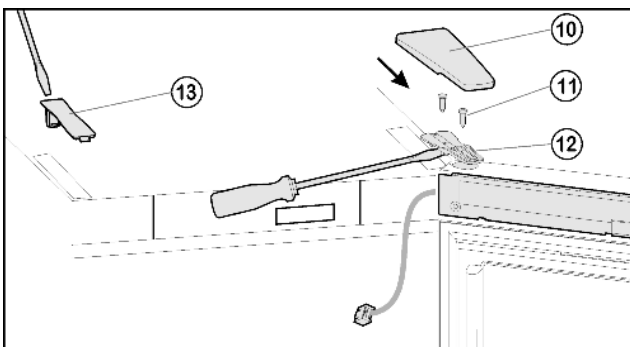
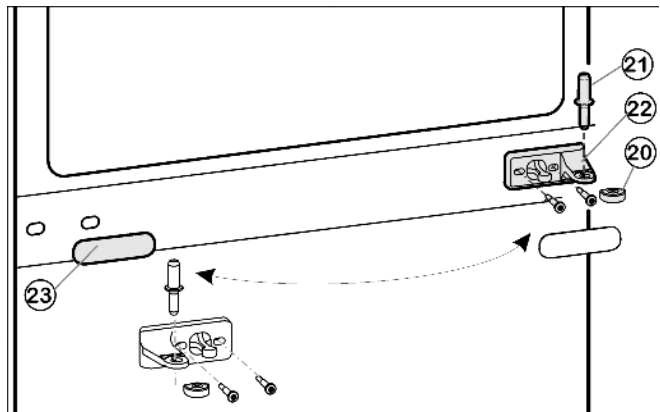
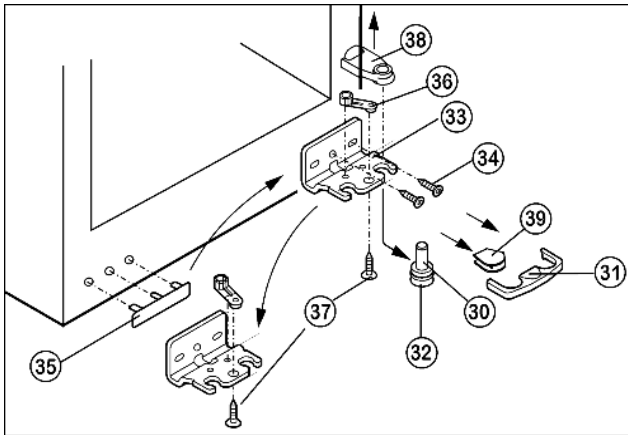

Fig. 5
Fig. 6
Fig. 7
- ▶ Вытяните крышку Fig. 5 (10) вперед и снимите крышку Fig. 5 (13).
- ▶ Отпустите винты Fig. 5 (11).
- ▶ Снимите дверцу вместе с опорным кронштейном Fig. 5 (12) и кабелем вверх. Для снятия, возможно, понадобится осторожно подцепить опорный кронштейн снизу шлицевой отвёрткой.
- ▶ Вытащите из опорного кронштейна и нижней дверцы средний опорный палец Fig. 6 (21).
- ▶ Пластмассовый колпачок Fig. 6 (20) снимите.
- ▶ Снимите средний опорный кронштейн Fig. 6 (22).
- ▶ Осторожно снимите накладку Fig. 6 (23).
- ▶ Открутите средний опорный кронштейн Fig. 6 (22) и прикрутите его с поворотом на 180° на новую сторону шарнира.
- ▶ Снова защелкните накладку Fig. 6 (23) на стороне, где теперь будет ручка.
- ▶ Нижнюю крышку Fig. 7 (31) снимите движением вперед.
- ▶ Нижнюю крышку Fig. 7 (39) снимите.*
- ▶ Снимите крышку Fig. 7 (38) вверх.*
- ▶ Полностью вверните регулируемую опору Fig. 7 (32).
- ▶ Вытяните опорный палец Fig. 7 (32) вниз и вперед. При этом следите за гнездом шарнира Fig. 7 (30).
- ▶ Открутите опорный кронштейн Fig. 7 (33) (2 шт. Torx 25) Fig. 7 (34).
- ▶ Открутите опорную деталь Fig. 7 (36) (1 Torx 25) Fig. 7 (37) и, переставив в отверстие на противоположной стороне опорного кронштейна, снова прикрутите.
- ▶ Осторожно приподнимите и переставьте крышку Fig. 7 (35) со стороны ручки.
- ▶ Снова прикрутите опорный кронштейн Fig. 7 (33) на новой стороне шарнира, при необходимости с помощью аккумуляторного шуруповерта через внешний продольный паз и круглое отверстие.
- ▶ Снова слегка наклоните устройство назад и переставьте опорный палец Fig. 7 (32).
- ▶ Установите дверь сверху на опорный палец Fig. 7 (32).
- ▶ Вставьте средний опорный палец Fig. 6 (21) через средний опорный кронштейн Fig. 6 (22) в нижнюю дверцу.
- ▶ Установите пластмассовый колпачок Fig. 6 (20).
► Установите верхнюю дверцу на средний опорный палец Fig. 6 (21), закройте дверцу и установите верхний опорный кронштейн Fig. 5 (12) так, чтобы он защелкнулся в верхней стороне устройства.
► Прикрутите опорный кронштейн Fig. 5 (12). При необходимости просверлите отверстия или используйте аккумуляторную отвертку.
► Защёлкните крышку Fig. 5 (10) и крышку Fig. 5 (13).
► При необходимости выровняйте дверцы через два продольных паза в нижнем опорном кронштейне Fig. 7 (33) и среднем опорном кронштейне Fig. 6 (22) параллельно корпусу устройства, затем затяните винты.
► Снова защелкните крышку Fig. 7 (31) на опорном кронштейне снизу.